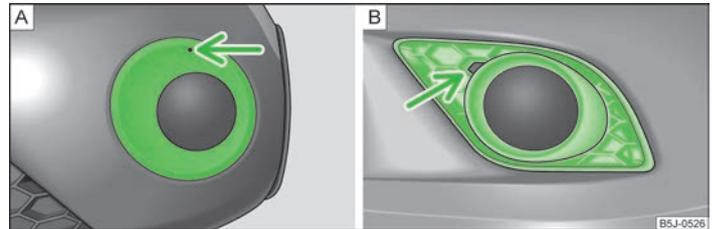

Abb. 151 Vorderer Stoßfänger: Fabia Scout / Fabia RS
- › In die Öffnung oberhalb des Nebelscheinwerfers » Abb. 151 - **A** (Fabia Scout) den Drahtbügel » Seite 161, *Bordwerkzeug* einführen und die Abdeckkappe herausnehmen.
- › Einen Finger in die Öffnung neben dem Nebelscheinwerfer » Abb. 151 - **B** (Fabia RS) einführen und die Abdeckkappe herausnehmen.